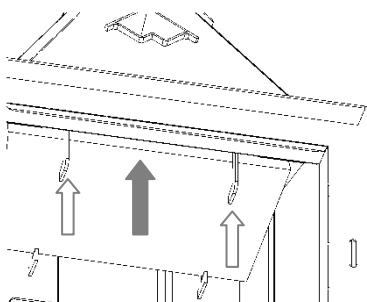

Рис. 5
- 6.4.1 Сдвиньте переднюю часть нижнего дефлектора настолько, насколько это позволит сделать верхний дефлектор. Поднимите переднюю часть дефлектора (Рис. 5)